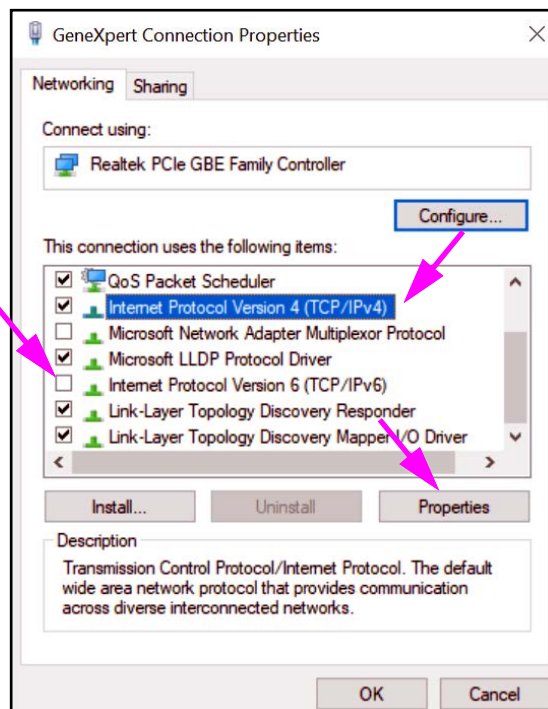

Abbildung 2-48. Bildschirm „GeneXpert Connection Properties“ (GeneXpert Verbindungseigenschaften)
7. Wählen Sie **Properties (Eigenschaften)** aus dem Dropdown-Menü. Der in Abbildung 2-48 dargestellte Bildschirm wird angezeigt.
8. Entfernen Sie auf dem Bildschirm „GeneXpert Connection Properties“ (GeneXpert Verbindungseigenschaften), der in Abbildung 2-48 dargestellt ist, die Markierung des Kästchens „Internet Protocol Version 6 (TCP/IPv6)“ (Internetprotokoll Version 6 (TCP/IPv6)). Markieren Sie **Internet Protocol (TCP/IPv4) (Internetprotokoll 4 (TCP/IPv4))** und klicken Sie dann auf **Properties (Eigenschaften)**. Der Bildschirm „Internet Protocol (TCP/IPv4)“ (Internetprotokoll 4 (TCP/IPv4)) erscheint.